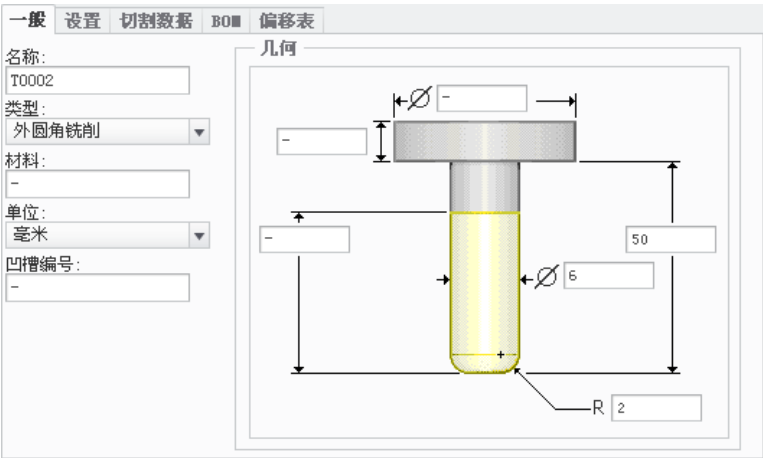

图 19.4.17 设定刀具一般参数
Step3. 在弹出的“刀具设定”对话框中, 单击“新建”按钮 , 设置新的刀具参数(图 19.4.17), 设置完毕后依次单击 **应用** 和 **确定** 按钮。